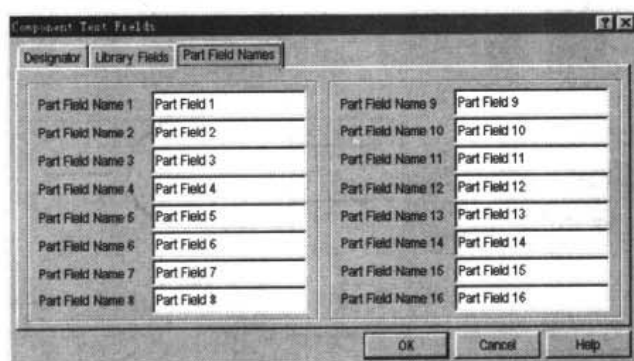

图 5-10 元件的 Part Field Names 选项卡
**Part Field names 选项卡:** 如图 5-10 所示, 本选项卡的作用是定义 16 个元件文字的名称, 其最大长度为 255 个字符。